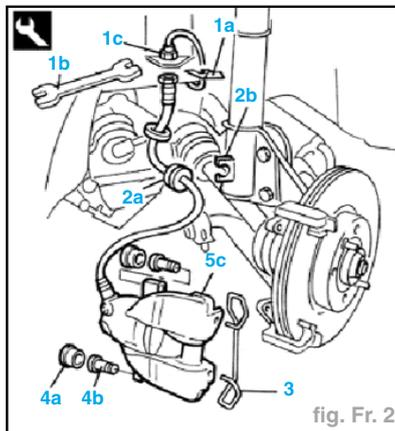

fig. Fr. 2
- Déposer l'agrafe de fixation (1a) à l'aide de l'outil (1b) (réf. 4.836.132.000) ; dévisser le raccord (1c) de la canalisation des freins (fig. Fr. 2).
- Dégager la retenue en caoutchouc (2a) de la canalisation des freins de son logement (2b) sur l'amortisseur (fig. Fr. 2).
- Déposer les cache-fixations AR (4a), dévisser les vis en-dessous (4b) puis déposer l'étrier de freins AV complet (4c) (fig. Fr. 2).